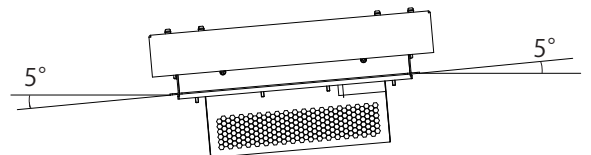

図 2
- ・キュービクル天井面の傾斜が 5° 以内となるキュービクルに取り付けてください。(図 2)